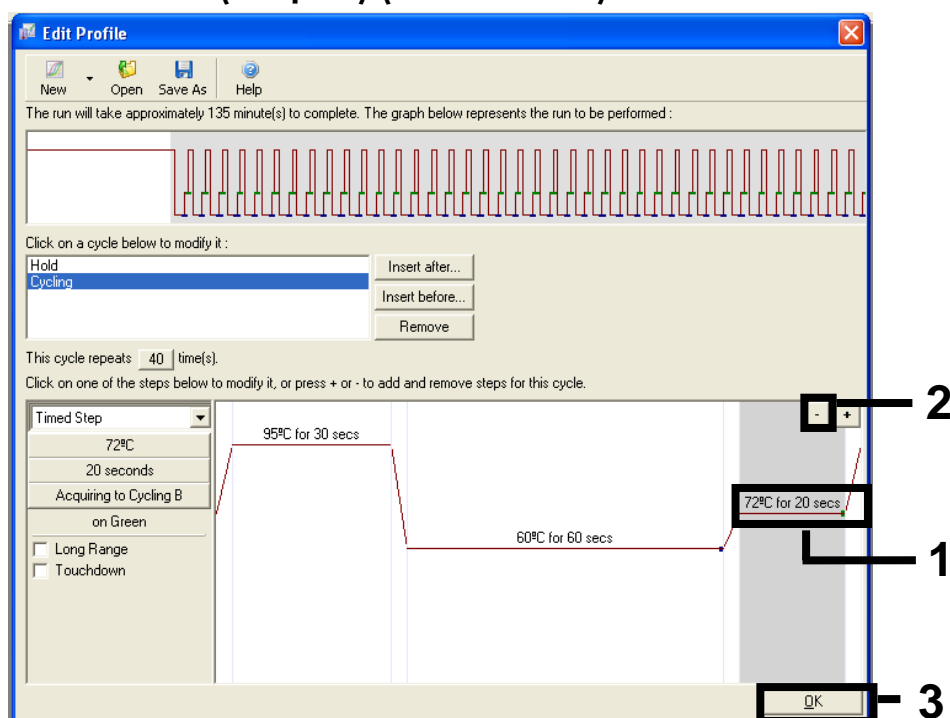

Ilustración 9. Eliminación del paso de extensión
12. Seleccione el tercer paso y elimínelo mediante el botón "-". Haga clic en "OK" (Aceptar) (Ilustración 9).